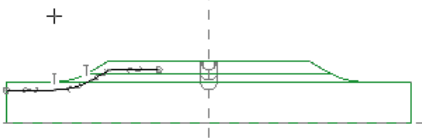

图 10.1.46 截面草图 4
Step8. 绘制草图 4。在“轨迹”操控板单击  按钮，在弹出的菜单中选择  命令，系统弹出“草绘”对话框，单击对话框中的  按钮进入草绘环境，使用  命令，绘制图 10.1.46 所示的截面草图 4，绘制完成后，单击  命令，退出草绘环境。